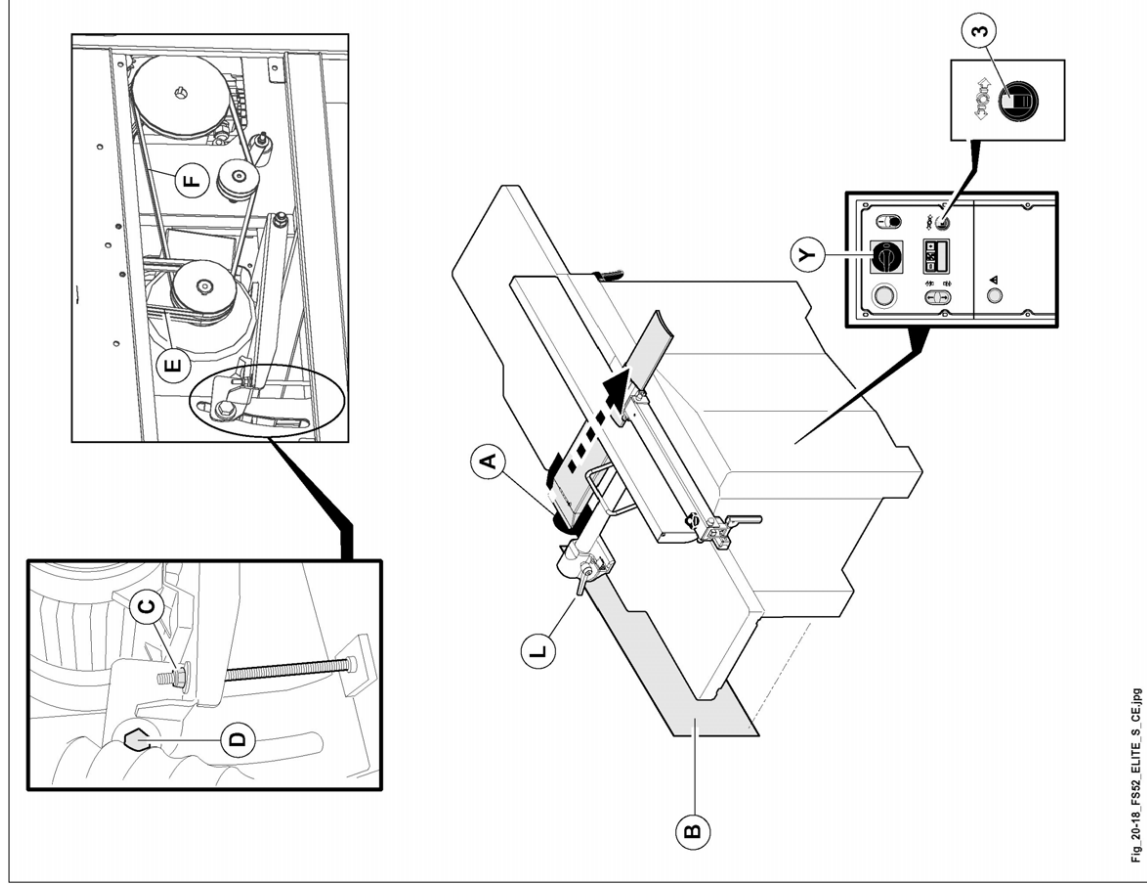

Abb. 20.18
hauptschalter (Y Abb. 20.18) auf I (ON) gedreht ist.
Lösen Sie die Motorbremse, indem Sie den Wählschalter (3, Abb. 20.18) auf  drehen; motorbremse gelöst: Meldelampe angezündet.
griff (L Abb. 20.18) lösen, Fügeanschlag ganz vorwärts verstellen; Griff (L Abb. 20.18) festklemmen.
- 1) Die Schutzabdeckungen entfernen (A, B Abb. 20.18).
- 2) Die Schraube (D Abb. 20.18) lösen.
- 3) Die Mutter (C Abb. 20.18) lösen.
- 4) Mit einem Hebel den Motor anheben und in dieser Position belassen; die Riemen vollständig lösen. Die Riemen (E Abb. 20.18) für den Abfrichtmotor entfernen und wenn notwendig den Riemen (F Abb. 20.18), der die Vorhubvorrichtung antreibt.
- 7) Die Schutzabdeckungen wieder montieren (A, B Abb. 20.18).
die Motorbremse feststellen, indem man den Wählschalter (3 Abb. 20.18) auf  dreht; motorbremse blockiert: Meldelampe verlöscht.
um die Schutzabdeckung (B Abb. 20.18), bei vorhandener Längslochbohrvorrichtung , zu entfernen, muss letztere ganz noch oben verschoben werden.